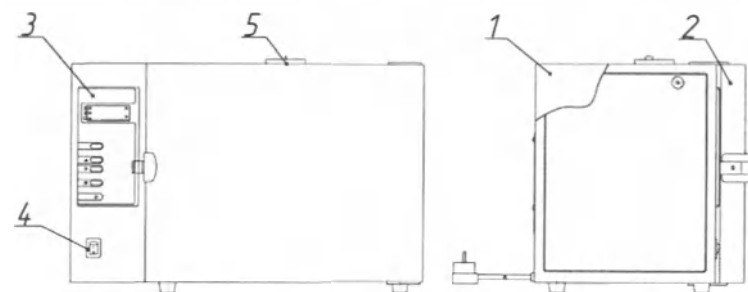
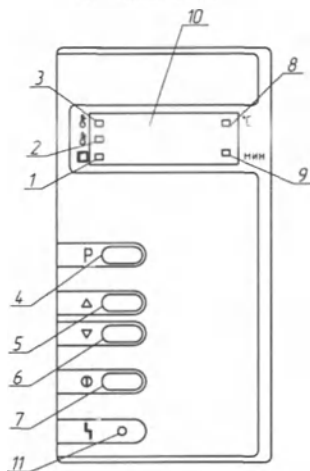

Рисунок 1. Общий вид ШСвЛ-80-«Касимов» КИУС.941729.003-05.
Рисунок 3. Блок управления.
Установить выключатель (поз. 4, рис. 1, 2) в положение "I". На блоке управления загорится индикатор (поз. 8, рис. 3), информационное табло (поз. 10, рис. 3) отображает текущую температуру в камере.
Для выбора режима, нажать на кнопку "Р" (поз. 4, рис. 3) и выбрать нужный, путем нажатия на одну из кнопок "Δ", "▽" (поз. 5, 6, рис. 3).
Для запуска выбранного режима, кратковременно (не более 2 сек), нажать на кнопку "ⓘ" (поз. 7, рис. 3). Шкаф перейдет в фазу «НАГРЕВ», начнет мигать индикатор "НАГРЕВ"/"ВЫДЕРЖКА" (поз. 3, рис. 3). Информационное табло индицирует изменение температуры в камере. Происходит нагрев до установленного значения температуры.
В фазе «ОХЛАЖДЕНИЕ» индикатор продолжает показывать изменение температуры в камере и горит индикатор "ОХЛАЖДЕНИЕ" (поз. 2, рис. 3). Температура в камере падает. При понижении температуры до 75°C гаснет индикатор "ОХЛАЖДЕНИЕ", загорается индикатор "ВЫГРУЗКА" (поз. 1, рис. 3) и звучит прерывистый звуковой сигнал, который выключается через 1 минуту.
2.3.2 Установить выключатель (поз. 4, рис. 1, 2) в положение "I". На блоке управления загорится индикатор (поз. 8, рис. 3), информационное табло (поз. 10, рис. 3) показывает текущую температуру в камере.
2.3.3 В алгоритм работы шкафов, заложена возможность автоматического запуска прерванного (в результате кратковременного пропадания питающего напряжения) цикла. Если после включения произошел автоматический запуск цикла, то для его остановки необходимо нажать на кнопку "⏏" (поз. 7, рис. 3) и удерживать её в течение 3 секунд.
2.3.4 Для выбора режима, необходимо нажать на кнопку "P" (поз. 4, рис. 3) (на информационном табло попеременно отображаются установленная температура и время выдержки) и выбрать требуемый, путем нажатия на одну из кнопок "Δ" или "∇" (поз. 5, 6, рис. 3). Для выбора доступны два предустановленных заводом-изготовителем режима работы (таблица 1). Запуск цикла осуществляется коротким (не более 2 сек) нажатием кнопки "⏏".
2.3.5 Шкаф запоминает в энергонезависимой памяти последний запущенный режим. Для его повторного запуска можно сразу нажать на кнопку "⏏" (поз. 6, рис. 3), не производя выбор вновь.
После перехода в состояние редактирования режима начнет мигать индикатор температуры (поз. 8, рис. 3). Нажатием на кнопки «Δ» и «∇» установите нужное значение температуры.
После установки требуемой температуры, для перехода к заданию времени выдержки, необходимо удерживать нажатой кнопку «Р» в течении 3-х секунд. Начнет мигать индикатор времени (поз. 9, рис. 3). Нажатием на кнопки «Δ» и «∇» установите нужное значение времени выдержки.
2.3.8 При достижении заданной температуры, шкаф переходит в фазу индикатор " ВЫДЕРЖКА " (поз. 3, рис. 3),
2.3.9 В фазе «ОХЛАЖДЕНИЕ» индикатор продолжает показывать изменение температуры в камере и горит индикатор "ОХЛАЖДЕНИЕ" (поз. 2, рис. 3). Температура в камере падает.
2.3.10 При понижении температуры до 75 °C гаснет индикатор "ОХЛАЖДЕНИЕ", загорается индикатор "ВЫГРУЗКА" (поз. 1, рис. 3) и звучит прерывистый звуковой сигнал (в течении 1 минуты), после чего можно открыть дверь и произвести выгрузку.
2.3.11 По окончании работы установить сетевой выключатель в положение "О" (поз. 4, рис. 1, 2).